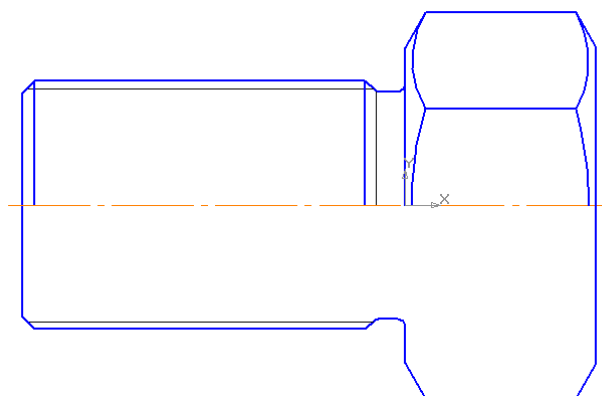

Рис. 8
5. Командой **Усечь кривую**  на панели **Редактирование**  удалите лишние линии для выполнения изображения внутренних отверстий, рис. 8.